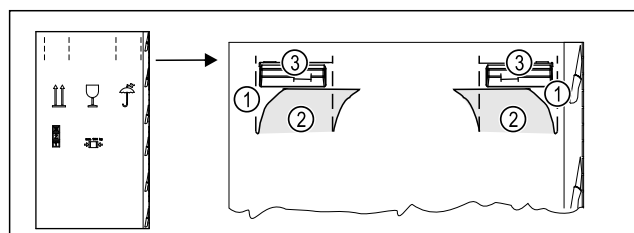

Fig. 4
- Vtlačte obalový karton nahoře na perforaci Fig. 4 (1).
- Vytáhněte vtlačené spojky Fig. 4 (2).
- Pravá a levá rukojeť Fig. 4 (3) je viditelná.
- Držte spotřebič za rukojeti Fig. 4 (3).